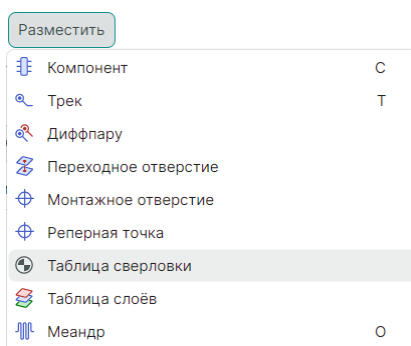

Рис. 54 Инструмент «Таблица сверловки»
2. В главном меню программы выберите «Разместить» → «Таблица сверловки», см. Рис. 54.